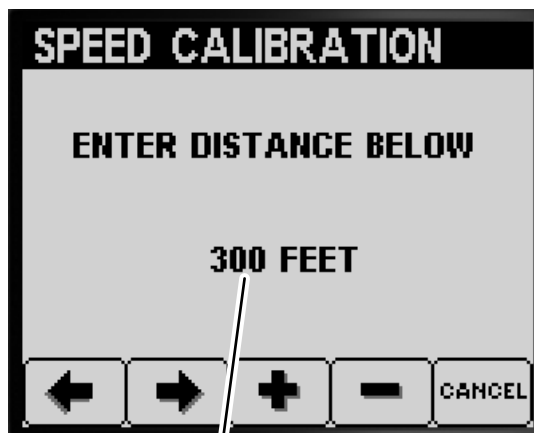

Figura 65
9. Con i pulsanti 3 o 4 modificate il valore della distanza inserito nell'InfoCenter, quindi premete il pulsante 2 (Figura 65).